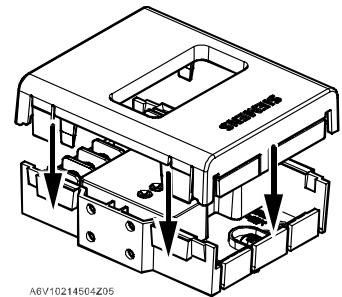

图 3
- 保护盒 FDCH221 安装 (图 3)
3. 如购买了上盖，参照图 3 安装。